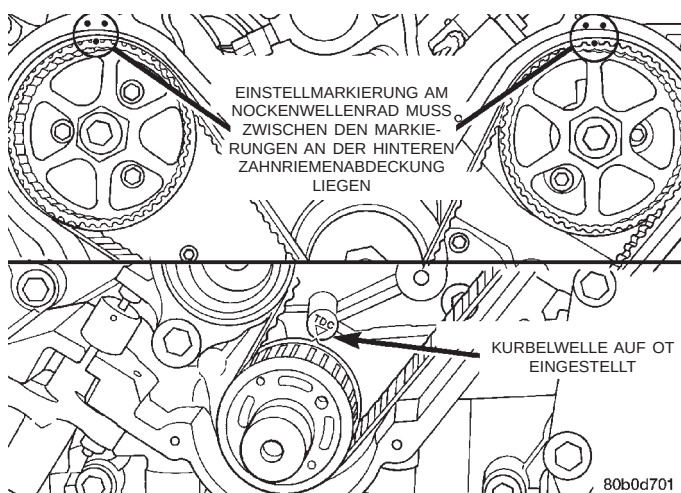

Abb. 68 Steuerzeitmarkierungen ausrichten
(8) Kurbelwelle nach rechts drehen, bis der Zeiger am Kurbelwellenrad der OT-Markierung auf dem Ölpumpengehäuse gegenübersteht und die Einstellmarkierungen auf den Nockenwellenrädern zwischen den Markierungen auf den Räderkästen liegen (Abb. 68).
(2) Nockenwellenräder zwischen die Markierungen auf den Räderkästen ausrichten. Die vor dem Ausbau angebrachten Bezugsmarkierungen beachten (Abb. 68).